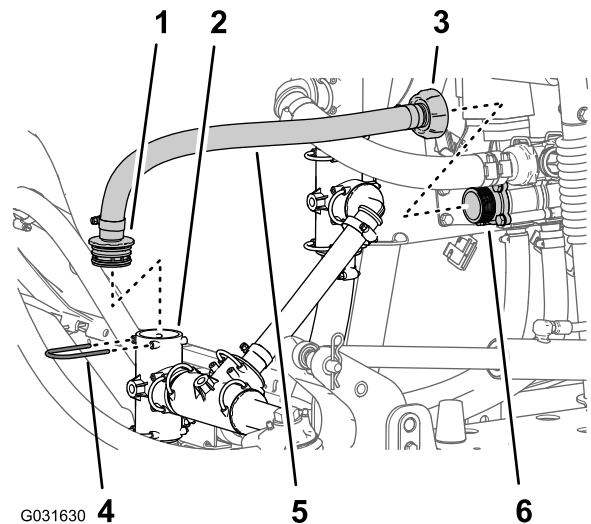

图 35
4. 卸下将旁通软管直通宝塔接头固定至打药泵 T 形接头的卡环图 35。
5. 从旁通阀适配器接头拧松旁通软管内侧端的适配器螺母图 35。
6. 从机器上拆下软管图 35。